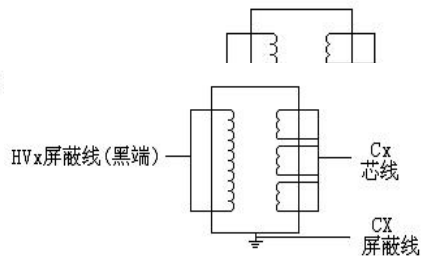

图9 CT接法
(1) 一次侧对二次侧（电磁式，没有末屏）
A. 接线见图 9
(2) 一次侧对末屏（电容式，有末屏）
A. 接线参考见图 9 Cx 芯线接末屏
(3) 一次侧对二次测及地